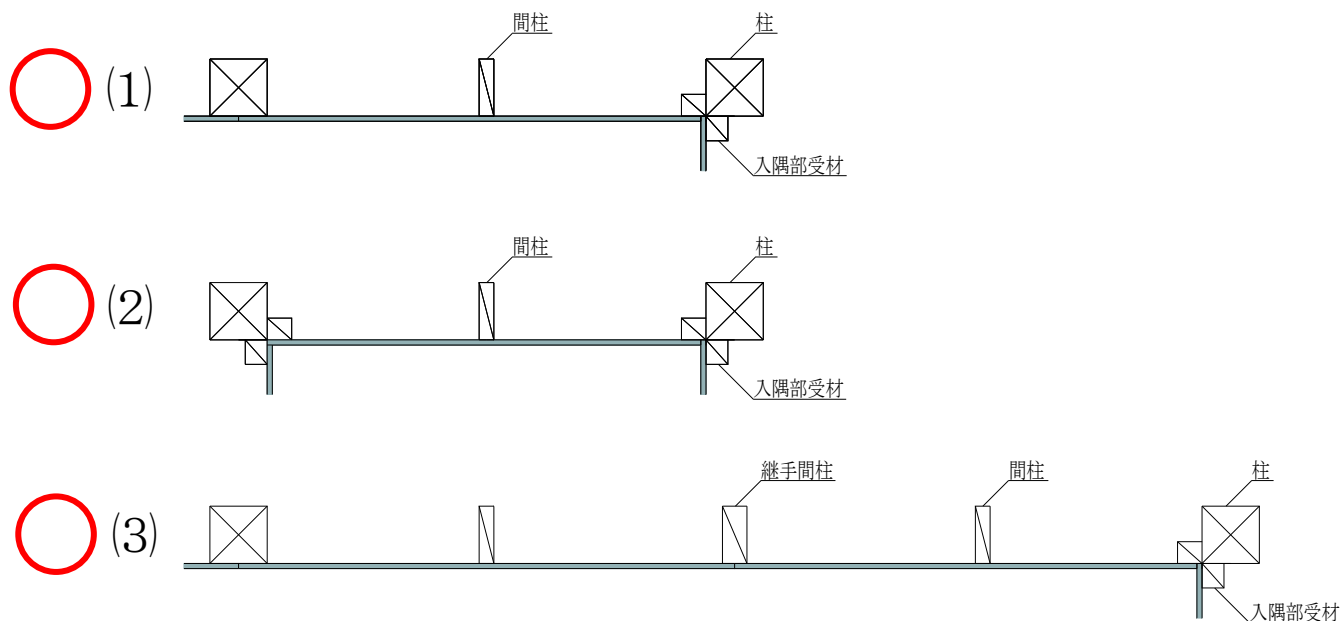

図 9 入隅部の納まり図①
- ・1 つの耐力壁について、(1)片側に入隅部がある場合、(2)両側に入隅部がある場合のいずれも耐力壁 (2.5 倍) とできます (図 9)。尚、入隅部面材の勝ち負けおよび 1P・2P は問いません (例 : (3))。